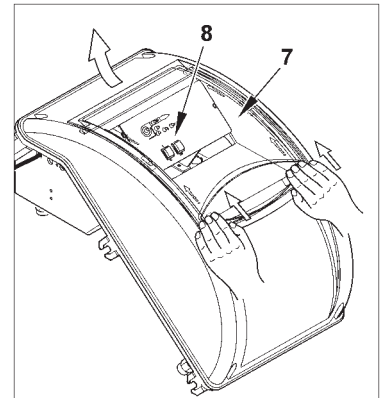

图4
(8)， 如图4 所示， 沿箭头指示方向轻轻移开透明罩(7)， 使其与盖板分离并将其取下。